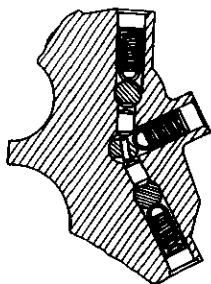

图 3-62 变速器自锁
23) 将导向套筒和弹簧装在新的轴承支座上, 如图 3-62 所示。